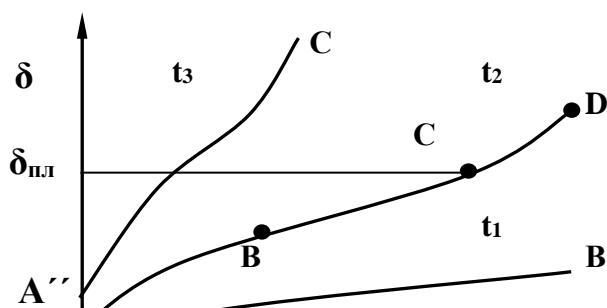

Рисунок 25 – Кривые ползучести при разных температурах ( $t_1 < t_2 < t_3$ )
*Логарифмическая ползучесть.* Представим себе, что в образце имеется какое-то количество дислокационных отрезков и каждый из них может переместиться один раз. После приложения нагрузки и неупругого удлинения образца ( $OA$ , рисунок 25) наиболее благоприятно ориентированные перемещаются и произойдет пластическая деформация. В условиях постоянства приложенного напряжения оставшиеся дислокации будут удерживаться препятствиями, но с течением времени флюктуации тепловой энергии вызовут движение большинства этих дислокационных отрезков (в основном за счет поперечного скольжения) и соответствующий прирост удлинения. Однако постепенно процесс термически активируемого скольжения будет затухать (истощаться) из-за уменьшения числа дислокационных отрезков, способных перемещаться и вызывать деформацию. В результате затухает скорость прироста относительного удлинения.
Логарифмическая ползучесть является неустановившейся: скорость ползучести непрерывно уменьшается со временем. С неустановившейся стадии начинается и высокотемпературная ползучесть (отрезок  $A'B$  на кривой  $OABC$ , рисунок 25). Затем начинается стадия установившейся ползучести ( $BC$ ), при которой  $v_n = \text{const}$ . Заканчивается кривая высокотемпературной ползучести участком разрушения  $CD$ , до которого при испытаниях на ползучесть никогда не доходят.